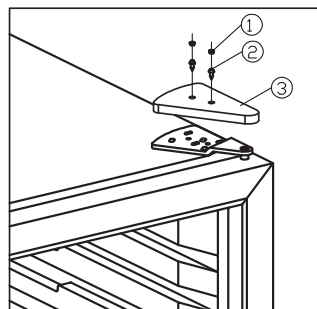

fig. 7.1
- Ta bort gummipropparna och skydden. Se fig. 7.1